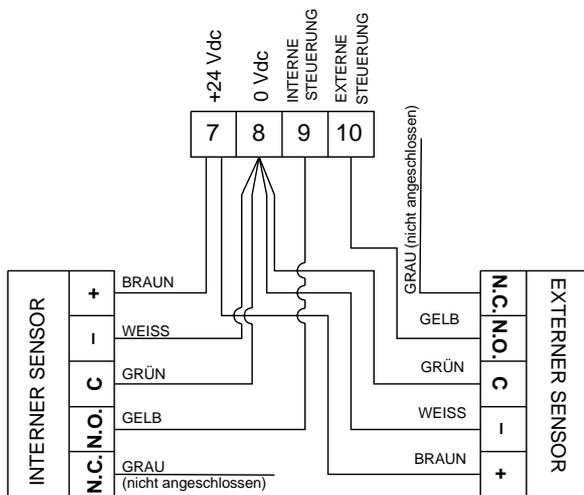

Abb. 18
- Herkömmliche Anlagen arbeiten mit Mikrowellen-Radar und passivem IR-Sensor als Signalgeber. Den Anschluß der FAAC Sensoren/Radaren mit 5-poligem Kabel nach den Hinweisen von Abb. 18 ausführen.